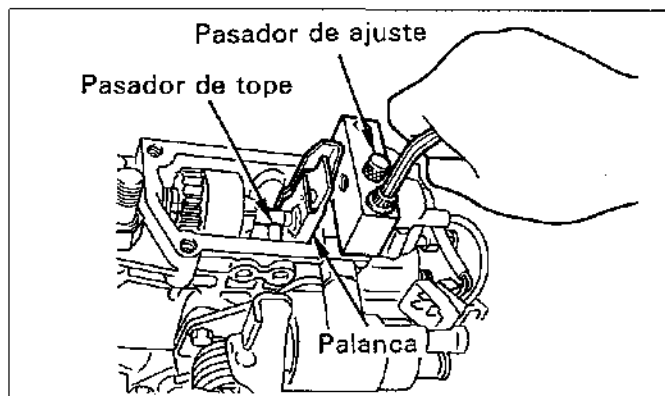

Figura.14-50 Fijación del medidor de bloque usando la STT
(1) Fije el medidor de bloque (STT) a la envoltura de la bomba. (Vea la figura.14-50)